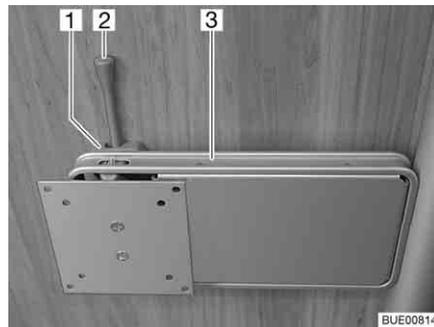

Fig. 70 Suporte em coluna
- Empurre a alavanca de destravar (Fig. 70,2) para o lado e rode o suporte (Fig. 70,3) com o ecrã plano para a posição pretendida.
- Rode o ecrã plano para trás, até o suporte (Fig. 70,3) encaixar no dispositivo de bloqueio (Fig. 70,1).